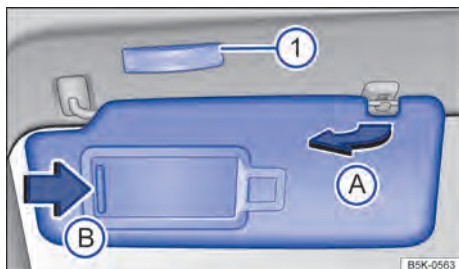

Fig. 81 Parasol.
- Retirar el parasol cuidadosamente del bloque soporte sujetando a base de sujeción y girar en la dirección de las puertas → fig. 81 A.
En el parasol plegado hacia abajo se encuentra un espejo de cortesía atrás de una cubierta. Al abrir la cubierta → fig. 81 B se enciende la luz 1.